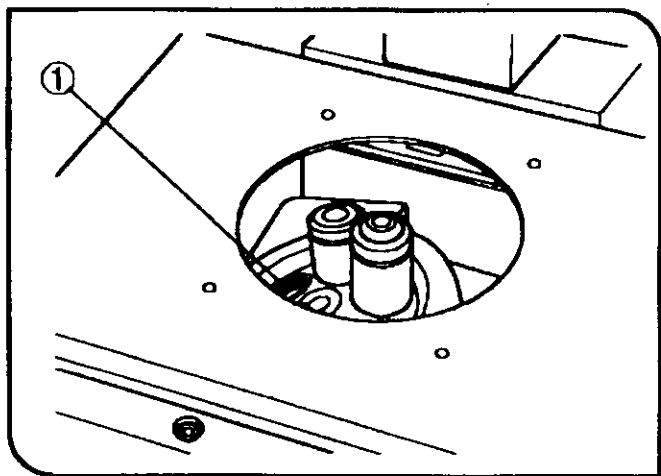

图 92
#### (5) 安装物镜 (图 92)
★ 倒置式显微镜中，物镜前透镜面向上方，因此，比正立式显微镜的物镜易受污染。所以，如果物镜转换器上还有空位置，请装上所提供的防尘帽。(图 92)